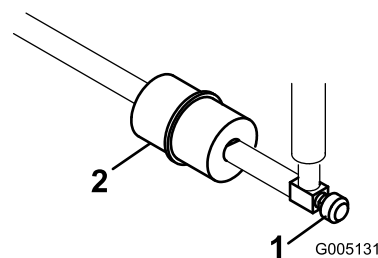

Figura 38
El tubo de combustible lleva incorporado un filtro en línea entre el depósito de combustible y el carburador (Figura 38). Cambie el filtro cada 800 horas o antes si se obstruye el flujo de combustible. Asegúrese de que la flecha del filtro apunta hacia el carburador.
1. Cierre la válvula de cierre de combustible, afloje la abrazadera en el lado del carburador del filtro y retire el tubo de combustible del filtro (Figura 38).
2. Coloque un recipiente debajo del filtro, afloje la otra abrazadera y retire el filtro (Figura 38).